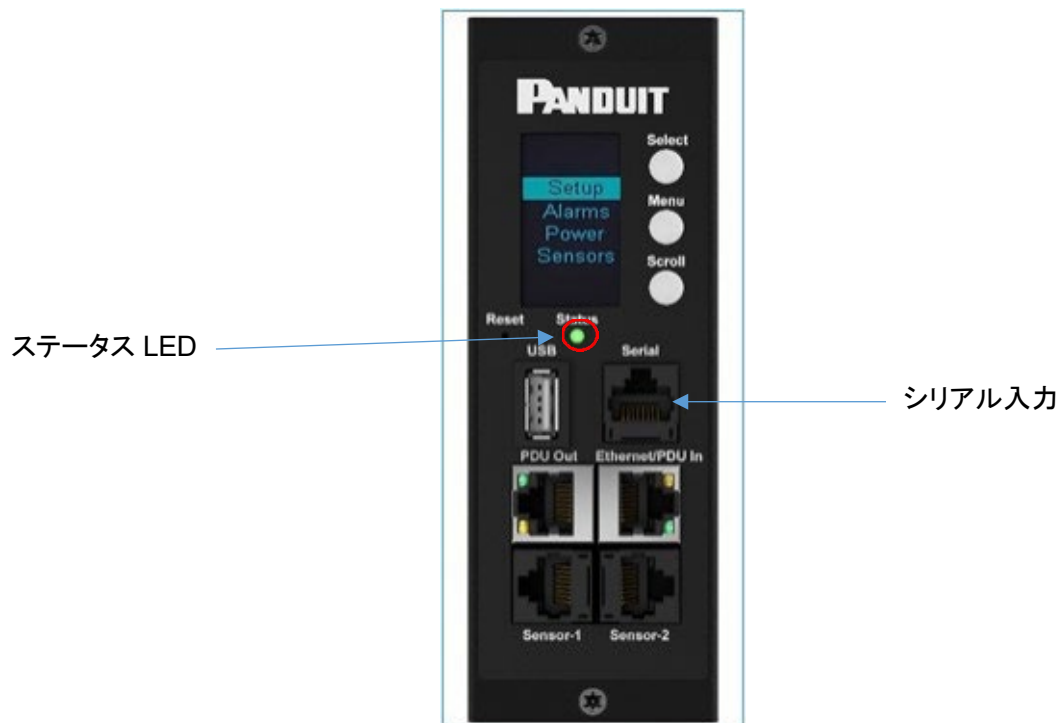

図 2: ステータス LED & およびシリアル入力ポートの確認
3. Web インターフェイスへのアクセスを確認します。PDU フロントパネルのイーサネット LED は、通信状況を色と表示状態で示します (図 2 を参照)。